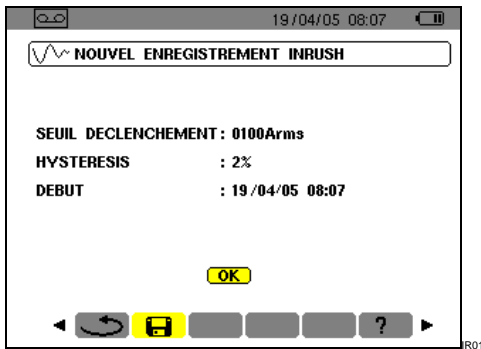

Figure 59 : Paramétrage de l'enregistrement *Inrush*.
1. A partir de l'écran *Nouvel enregistrement Inrush* (Figure 59), appuyer sur ← pour retourner à l'écran *Mode Inrush*.